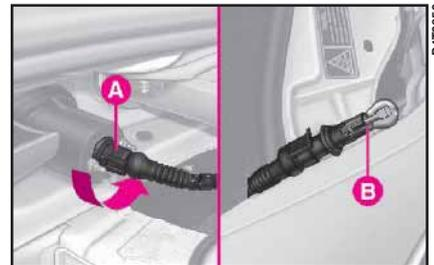

fig. 28
- 1) Enlever le porte-lampe **A** (fig. 28), en le tournant en sens contraire à celui des aiguilles d'une montre.